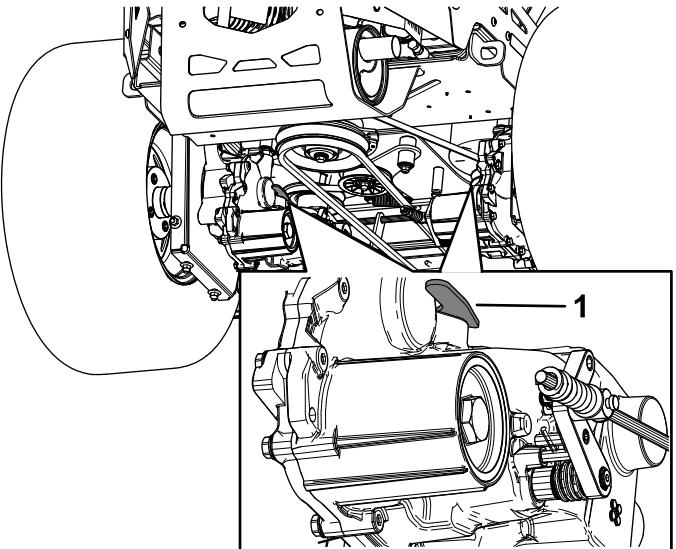

Figure 37
3. Para empujar la máquina, mueva ambas palancas de desvío hacia adelante y bloquéelas en esa posición (Figure 37).
5. Para conducir la máquina, mueva las palancas de desvío hacia atrás y bloquéelas en esa posición (Figure 37).